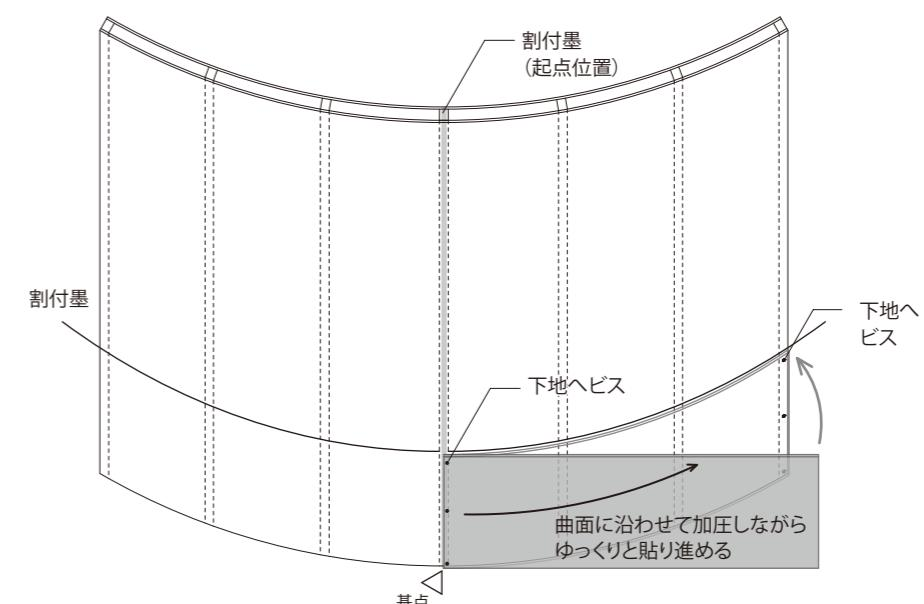

図8 基点位置(Belle K-CAL 横貼り)
①基点位置確認
- 図8の様に、基点位置へBelle K-CAL短端部を合わせます。(横貼り)